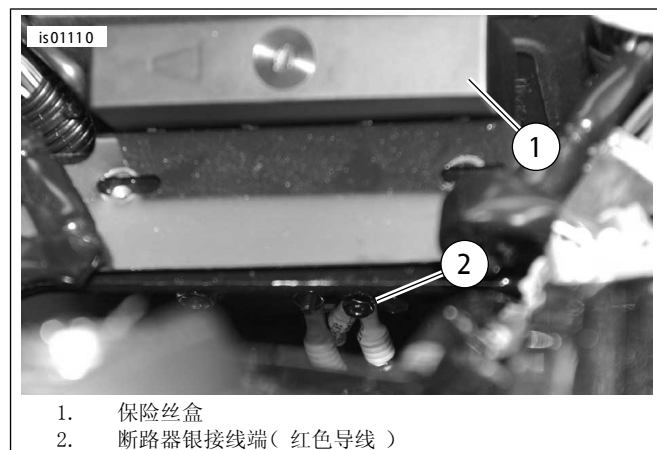

图18。断路器(2003年款及之前的软尾车型)
2. 参见图18。布设加热手柄线束红色导线,穿过车架右侧顶部、座椅下方,布设至断路器,它位于座椅下方的后挡泥板前部附近。